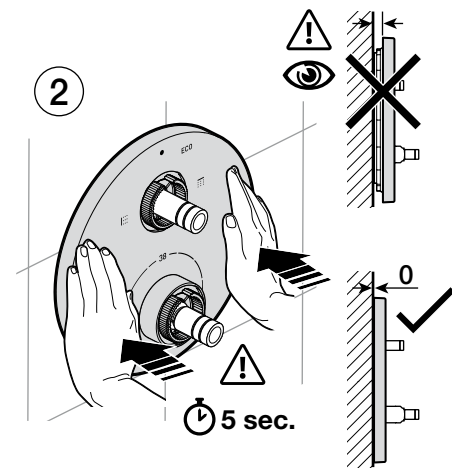

Fig. 7
- 7) Instalar en los ejes las piezas suministradas fijandolas tal como indica la imagen (Fig. 7) con fuerza.
- 7) Install the supplied parts on the shafts by fixing them as indicated in the image (Fig. 7) with force.